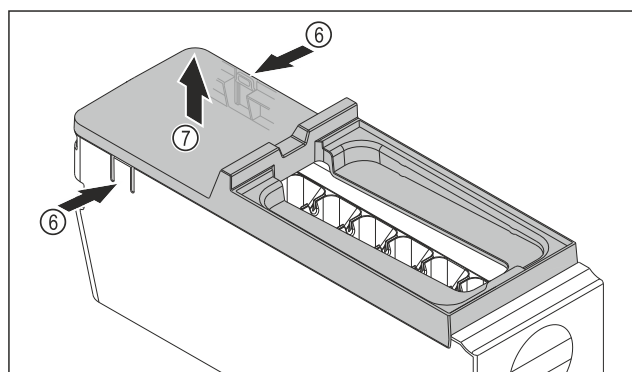

Fig. 144
- ▶ Wyjmowanie osłony korpusu EasyTwist-Ice: Docisnąć jedną ręką nakładki Fig. 144 (6) po obu stronach korpusu EasyTwist-Ice.
- ▶ Drugą ręką wyjąć osłonę Fig. 144 (7) ku górze.